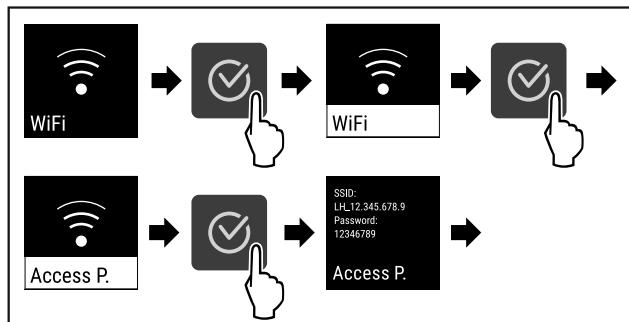

Fig. 74
- Провести етапи операцій (див. Fig. 74).